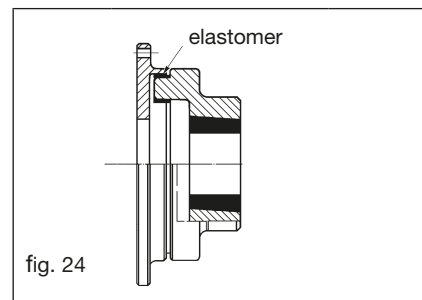

fig. 24
13.12 Byte av elastomer GBF-koppling (fig. 24)